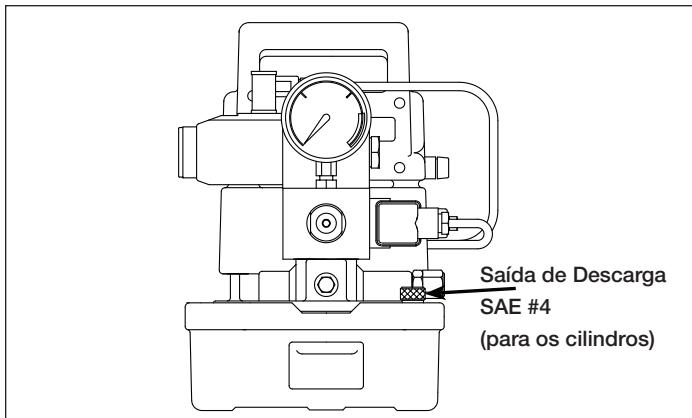

Figura 4, Bujão de Ventilação/Abastecimento
Verifique o nível de óleo, desparafusando e removendo o bujão de ventilação/abastecimento (ver Figura 4). Adicione óleo hidráulico Enerpac até que o nível de óleo esteja 1 cm [½ polegada] abaixo da abertura do bujão de ventilação/abastecimento.
3. Abra o bujão de ventilação/abastecimento localizado no canto direito da frente do reservatório, girando-o por 1 ou 2 voltas completas (ver Figura 4).
1. Remova o bujão de ventilação/abastecimento do canto superior lateral direito do reservatório (ver Figura 4).